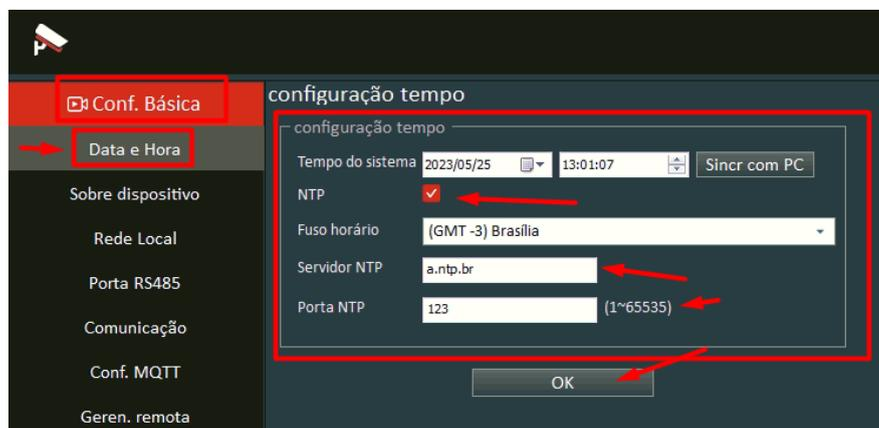

Figura 37 – Sincronismo data e horário
- Na aba "Config. Básica" → "Data e Hora", deixar ajustado o horário e data. Veja figura 37: